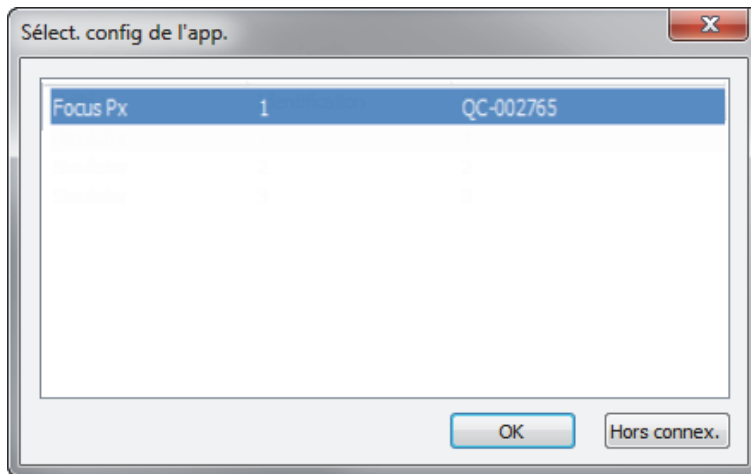

Figure 1-28 Boîte de dialogue Sélectionnez la configuration de l'appareil
6. Lorsque vous démarrez la version **Inspection**, la boîte de dialogue **Sélectionnez la configuration de l'appareil** s'affiche (Figure 1-28 à la page 47). Dans cette boîte de dialogue, faites l'une des actions suivantes :